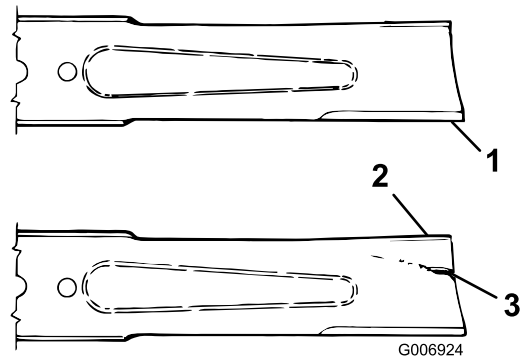

図 15
- ブレードの切っ先を注意深く観察、特に、直線部と曲線部が交わる部分をよく観察する（図 15）。この、直線部と曲線部の交差域
は、砂などによる磨耗が進みやすい部分なので、機械を使用するまえによく点検することが必要。磨耗が大きい場合には（図 15）危険であるから交換する；「ブレードの取り外し」を参照。
ブレードの磨耗を放置すると、ブレードのセール部と平坦部との間に割れ目が発生する（図 15）。この割れ目が拡大すると、最終的にはブレードがちぎれてハウジングの下から飛び出し、これがオペレータや周囲の人に重大な人身事故となる。